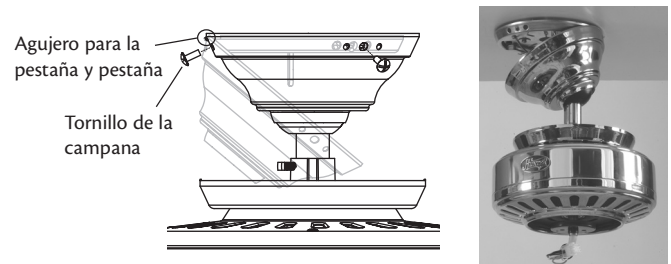

Figura 19 - Instalación de la campana
2. Enganche el agujero para la pestaña sobre la pestaña en la placa del techo, como se muestra en la Figura 19.
3. Levante la campana, asegurando que los agujeros en la campana y en la placa del techo estén alineados e instale los tornillos de la campana, uno a la vez, sin apretarlos. Cuando todos los tres tornillos estén instalados, apriete bien los tornillos. Vea la Figura 19.